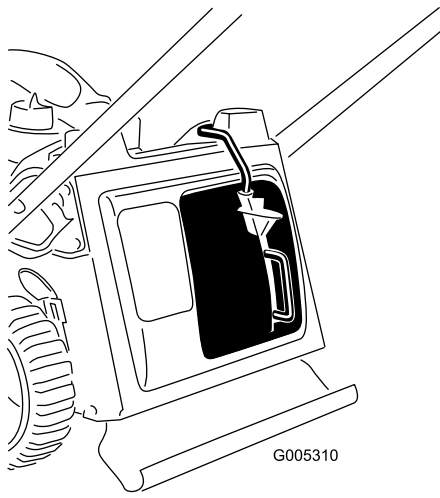

Figura 10
3. Suelte el botón de la palanca y asegúrese de que la parte superior de la palanca está introducido hasta el fondo de la ranura (Figura 10). **Si la parte superior de la palanca no está introducido hasta el fondo de la ranura, ¡su máquina no arrancará!**